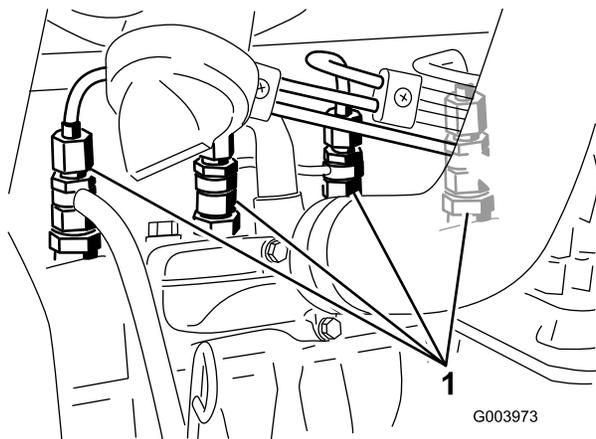

図 60
1. No.1ノズルホルダーアセンブリへのパイプ接続部をゆるめる 図 60。